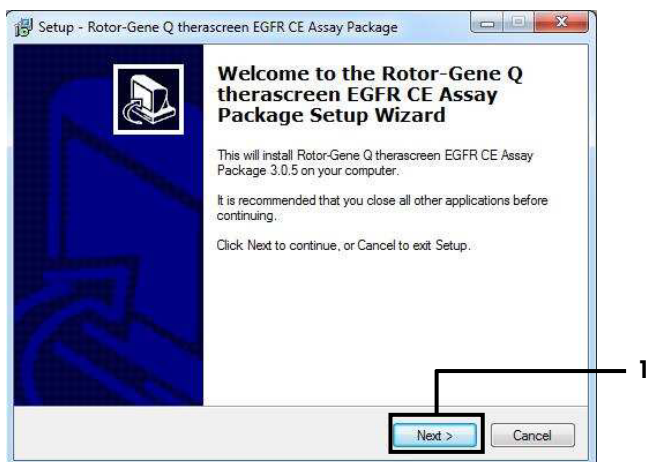

Figura 41. Cuadro de diálogo "Setup Wizard" (Asistente para la configuración) (1 = "Next" [Siguiente]).
4. Haga clic en Next (Siguiente) para continuar (figura 41).